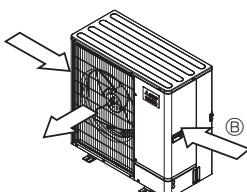

Fig. 2-4
- Cihazın konumunu, mümkinse, havayı çıkışından gelen havanın, mevsimsel rüzgarlarının yönüne dik gelmesini sağlayacak şekilde seçin. (Fig. 2-4)